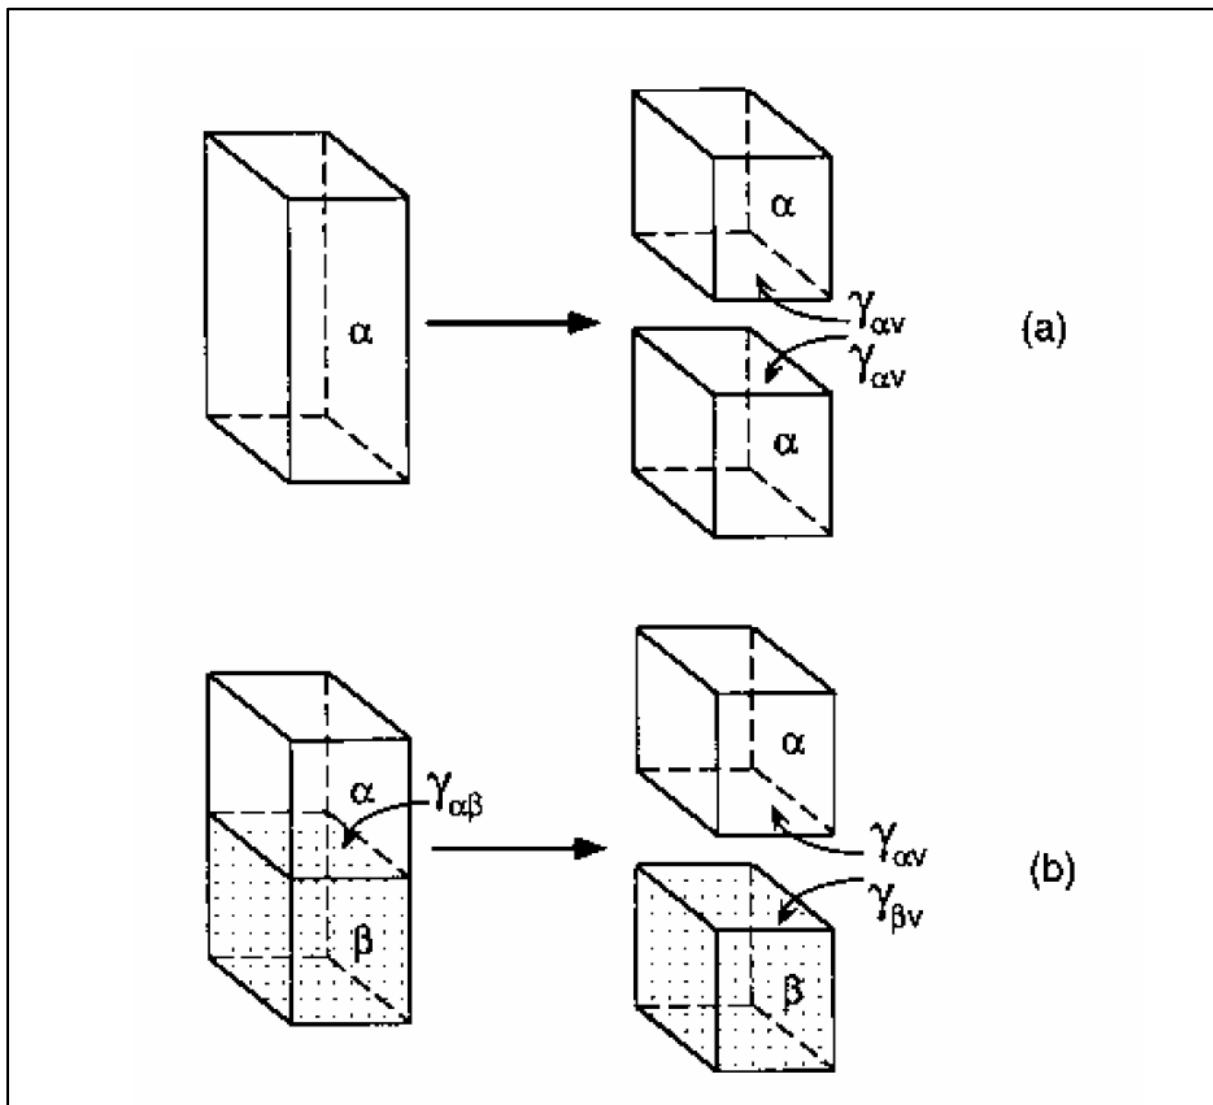

Figure 3.1 : Concept illustrant (a) le travail de cohésion, (b) le travail d'adhésion.
Le **travail de cohésion** est défini comme l'énergie nécessaire pour séparer deux parties d'un même liquide afin de créer **deux surfaces libres liquide-vapeur (LV)** (Figure 3.1.a). Ce travail est proportionnel à la tension superficielle du liquide, notée γ_{LV} (ou $\gamma_{\alpha v}$ dans certains contextes), et s'exprime par :
Lorsque deux phases différentes (par exemple, un liquide et un solide, ou deux liquides non miscibles) sont en contact, il existe des **forces d'adhésion** entre ces deux milieux. Le **travail d'adhésion** correspond à l'énergie nécessaire pour **séparer une unité de surface de l'interface existante en deux surfaces libres** (Figure 3.1.b).